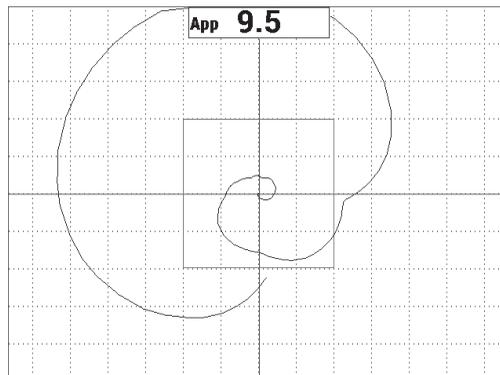

Figura 6-20 Pantalla completa del escaneo
5. Pulse la tecla FULL NEXT (NEXT \rightarrow) para mostrar la pantalla completa y, después, efectúe el escaneo nuevamente sobre los defectos. Ver la Figura 6-20 en la página 150.